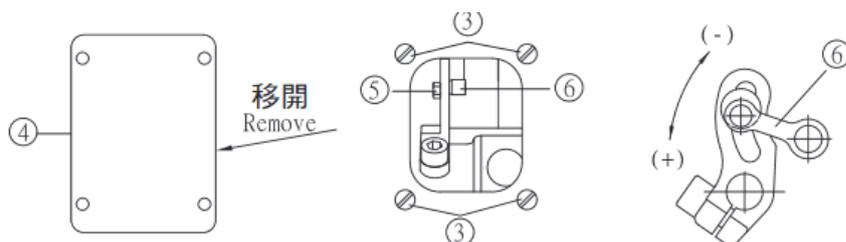

Fig. 28 / Fig. 28
(3) После регулировки установите крышку (4) обратно в заднюю часть станины и затяните винт (3). (рис.28)